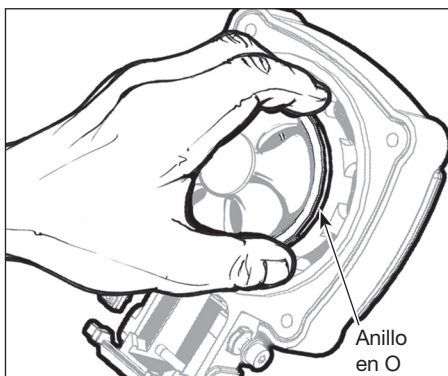

Figura 5
1. Sin ejercer ninguna presión sobre la paleta del ventilador, sostenga el anillo en O de la culata del cilindro con sus dedos pulgar e índice de una mano y tire del anillo en O para quitarlo de la ranura aplicando una leve presión mientras tira (vea la Figura 5).